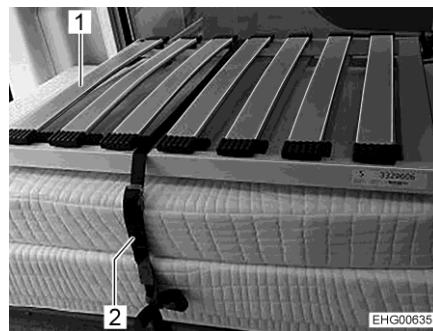

Fig. 48 Lit arrière (position de transport)
- Déverrouiller la sangle de sécurité (Fig. 48,2).
- Poser les sommiers (Fig. 48,1) l'un après l'autre au-dessus du couloir central (sur les lattes du meuble bas).
- Empiler les coussins et les sommiers sur le meuble bas de gauche comme représenté à la Fig. 48.
- Bloquer les coussins et les sommiers avec une sangle de sécurité (Fig. 48,2). Faire passer pour ce faire la sangle de sécurité à travers les œillets prévus à cet effet et lui faire faire une boucle autour des coussins et des sommiers.